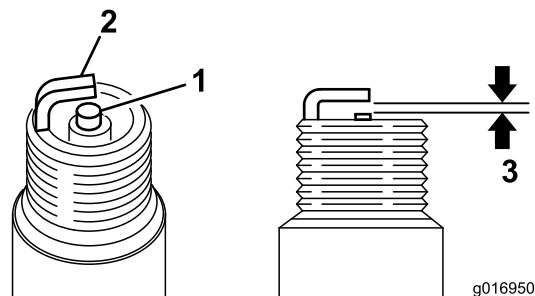

Figura 35
3. Impostate la distanza fra gli elettrodi a 0,6-0,7 mm (Figura 35). Montate la candela con l'esatta distanza tra gli elettrodi, e serratela saldamente a 23 Nm.